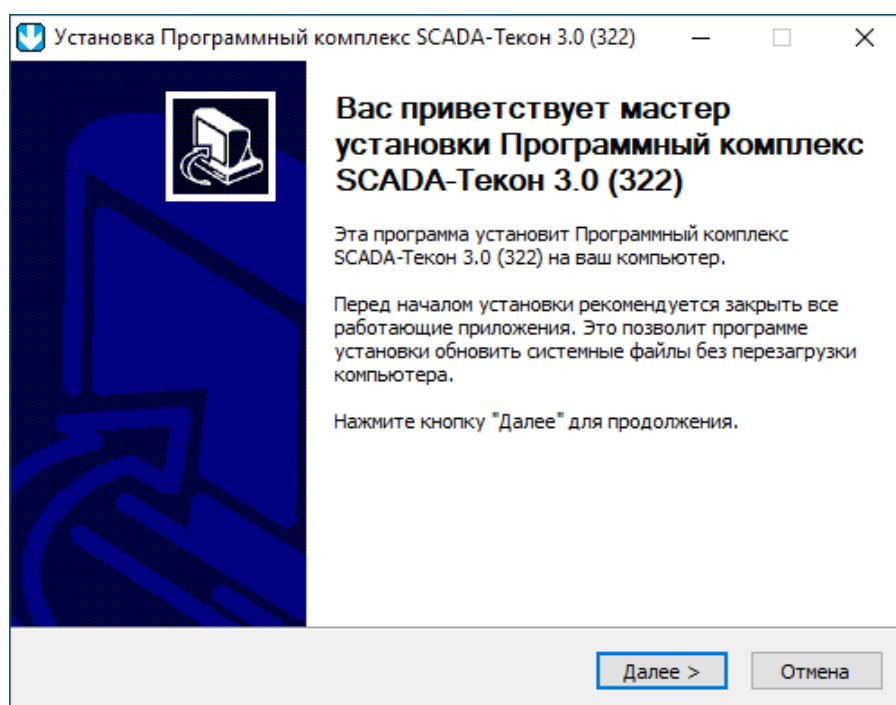

Рисунок 3 - Начальное окно мастера установки
- после запуска этого приложения на экран компьютера выводится окно **Мастер установки** (рисунок 3);